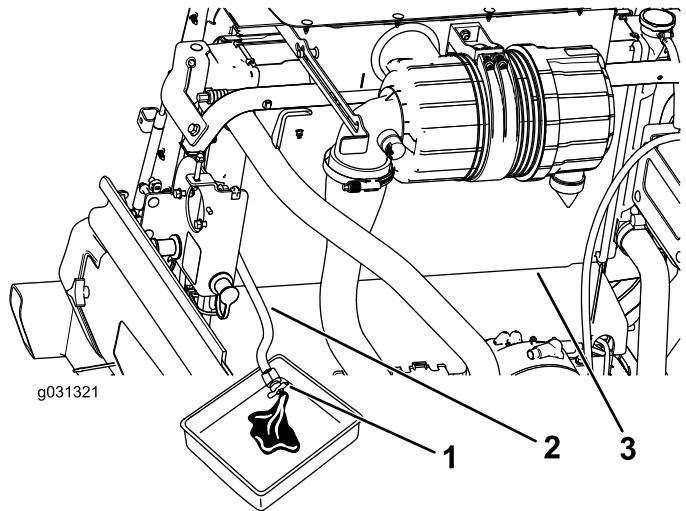

Figure 121
- Fermez le robinet de vidange sur le flexible de vidange du radiateur (Figure 121).
- Placez le flexible de vidange du radiateur dans un bac de vidange, ouvrez le robinet de vidange sur le flexible de radiateur et vidangez le liquide dans le bac (Figure 121).